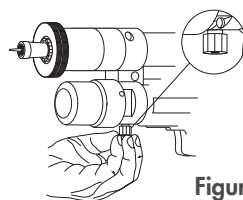

Figura 14
- 1) desapertar a porca de protecção localizada sobre o dispositivo de retorno de emergência (C), como indicado na figura 14;